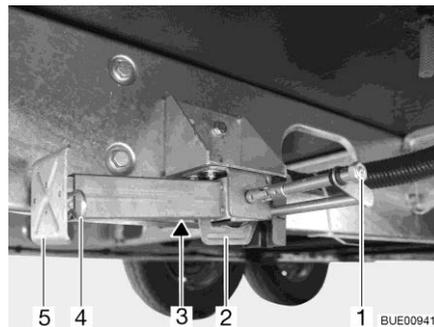

Fig. 58 Apoyo de elevación
- Colocar la llave de vaso en el hexágono (Fig. 58,1) y girarla hasta que el apoyo de elevación quede verticalmente hacia abajo.
- En caso de que la longitud del apoyo de elevación sea ajustable, extraer la clavija hendida (Fig. 58,4) de la prolongación del pie de apoyo (Fig. 58,5).
- Colocar la llave de vaso en el hexágono (Fig. 58,1) y girarla hasta que el apoyo de elevación esté de nuevo libre del suelo.
- Introducir totalmente la prolongación del pie de apoyo (Fig. 58,5) e introducir la clavija hendida (Fig. 58,4) en el orificio previsto para ello que hay en la prolongación del pie de apoyo.
- Girar el hexágono (Fig. 58,1) hasta que el apoyo de elevación se haya girado hacia arriba y la guía (Fig. 58,2) tenga contacto con el extremo de la ranura (Fig. 58,3).